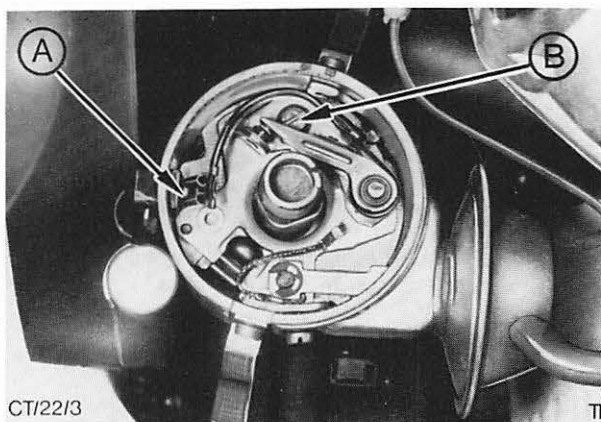

Abb. 25 Ausbau des Unterbrecher-Kontaktsatzes
4. Unterbrecherkontakte entfernen. Abb. 25.